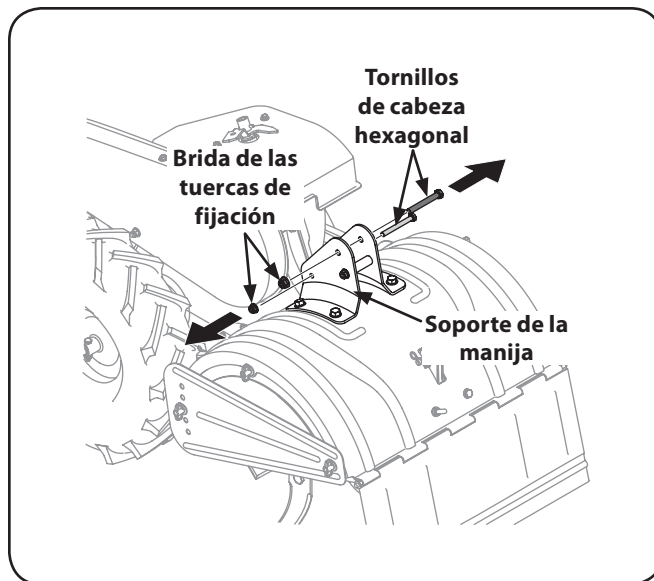

Figura 1-2
1. Retire los dos tornillos de cabeza hexagonal y tuercas de bloqueo de los soportes de montaje de la manija, pero no quite el tornillo hexagonal final y la tuerca de la brida. Vea la Figura 1-2.